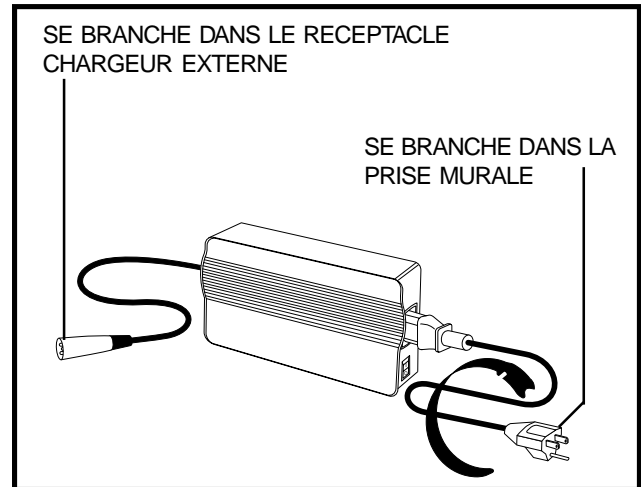

Figure 7A. Chargeur externe
5. Branchez la prise 3-branches du cordon du chargeur dans le réceptacle. **Voir la figures 7A et 8.**